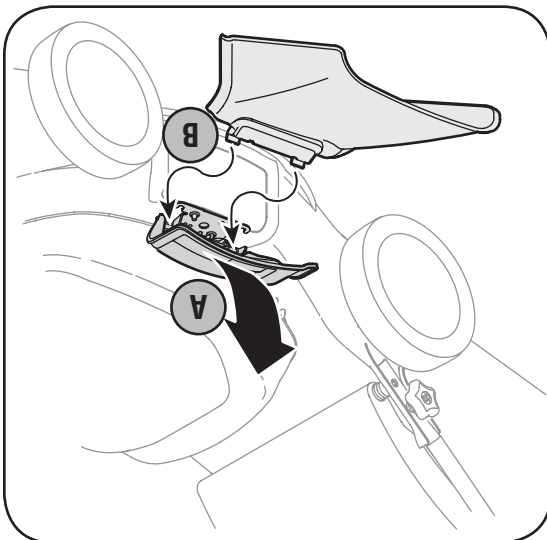

Figure 3-6
- a. Relevez le bouchon de déchetage sur le côté du plateau de coupe. Voir la Figure 3-6.